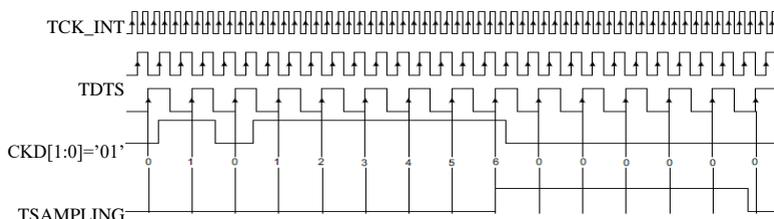

Рис. 1.20 – Фильтрация сигнала ETR
- Настроить фильтр в битовом поле **ETF[3:0]** (N – количество событий). **Фильтрация обеспечивает защиту от помех, длительность которых меньше значения, указанного в этом поле.** Параметры фильтрации определяются выбором источника синхронизации (**CK\_INT** или **FDTS**), заданием значения частоты и установкой значения минимальной длительности N. Рисунок 1.20 иллюстрирует работу фильтра [68].